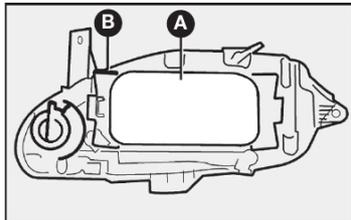
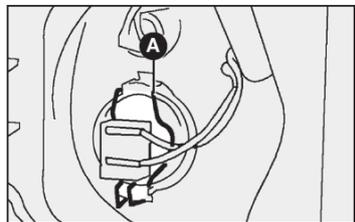

fig. 18
fig. 20
- 1) remover a tampa plástica **A** para ter acesso às lâmpadas deslocando a trava **B**-fig. 18;
- 3) retirar o porta-lâmpada pressionando as presilhas **A**-fig. 20 abrindo-as lateralmente;
- 6) reenganchar a presilha de fixação **A**-fig. 20 e reconectar a lâmpada, colocando por último a tampa plástica **A**-fig. 18.
- 1) remover a tampa plástica para ter acesso à lâmpada deslocando a trava **B**-fig. 18;